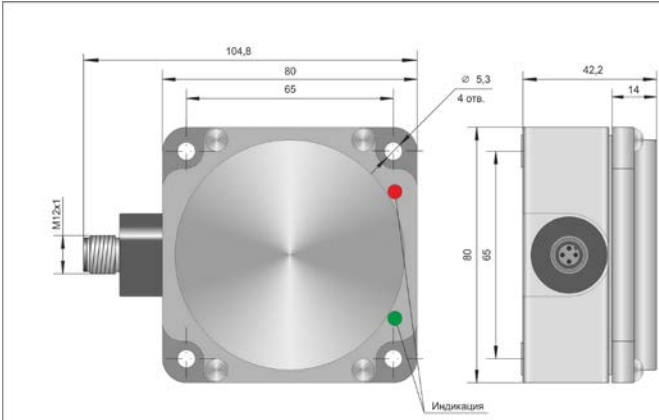

Рисунок 1. Габаритные размеры
3.1 Выключатель состоит из полиамидного корпуса, в котором размещена печатная плата с электронными компонентами. Для обеспечения механической прочности внутренняя полость корпуса залита компаундом. Внешний вид и габаритные размеры приведены на Рис.1.